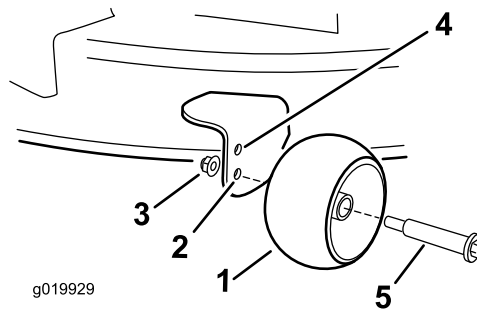

Figura 18
posición de altura de corte de 63 mm (2½") o menos (Figura 18).
- Taladro inferior – utilice esta posición cuando la carcasa de corte está en la posición de altura de corte de 76 mm (3") o más (Figura 18).